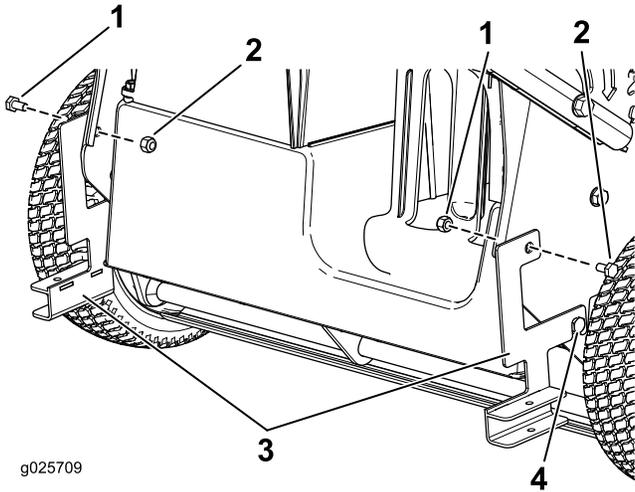

Figura 1
1. Afloje el perno que está situado cerca de la rueda trasera derecha (Figura 1).
2. Monte el soporte derecho en el lado derecho del cortacésped usando un perno y una tuerca. Apriete el perno a 13.5 N-m (10 pies-libra) (Figura 1).
3. Apriete el perno que aflojó en 1 a 17.6 N-m (13 pies-libra) (Figura 1).